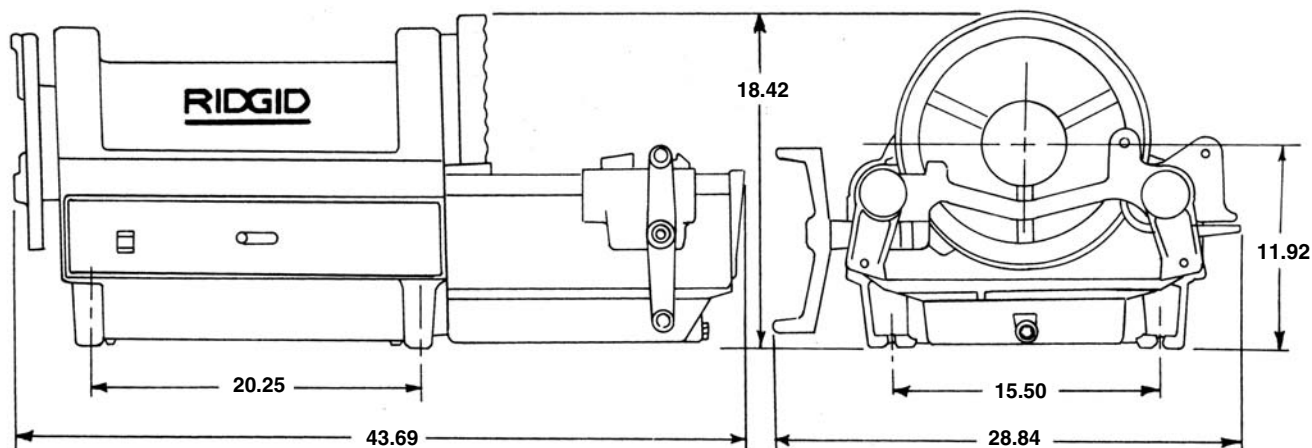

Figura 2 – Dimensiones de la Máquina 1224
1. Si no se emplea un soporte, la máquina debe montarse sobre un banco o mesa de trabajo estable. Para montarla sobre un banco, atornille la base de la máquina en sus cuatro esquinas con los cuatro (4) pernos de 3/8 pulgada provistos. Las dimensiones de la base se muestran en la Figura 2.